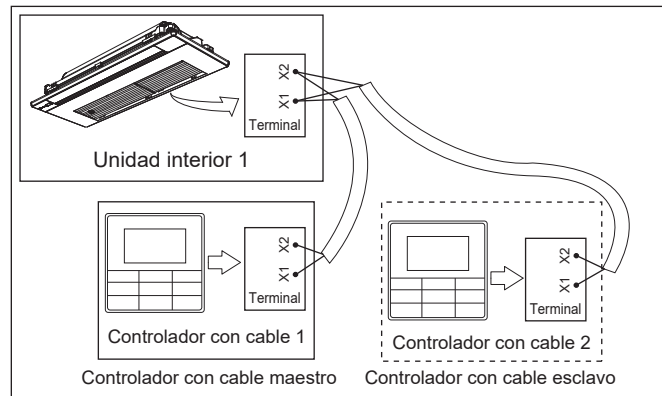

Figura 41
- Utilice 1 controlador con cable para controlar 1 unidad interior o 2 controladores con cable (un controlador maestro y un controlador esclavo) para controlar 1 unidad interior (vea la Figura 41);